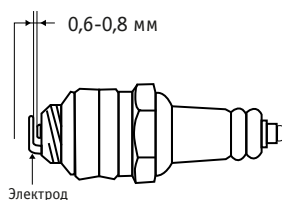

Рис. 14
3. Измерьте зазор между электродами специальным щупом. Исправьте при необходимости, сгибая боковой электрод. Зазор должен быть установлен в 0,6-0,8 мм (**рис. 14**).